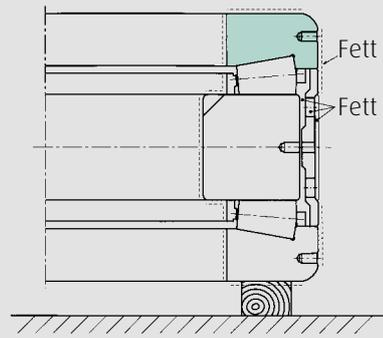

Abb. 3.43
5. Mit einer Fühlerblattlehre den Abstand ( $\Delta_{sp}$ ) zwischen Stirnfläche des Einbaustücks und Deckelflansch an mehreren Stellen über den Umfang messen und den Durchschnittswert bestimmen (Abb. 3.43).